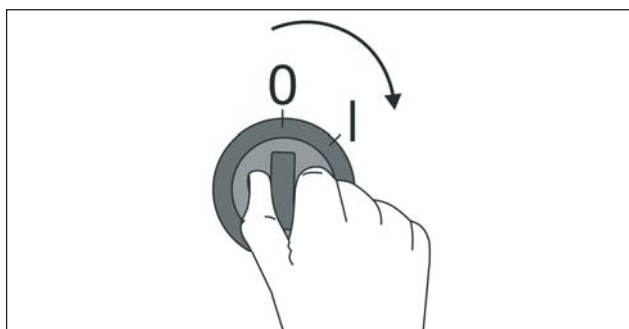

Рис. 10.1
4. Установите переключатель подачи питания, в положение «I» (Рис. 10.1).
4. Установите переключатель подачи питания, в положение «I» (Рис. 10.1). Автоматический запуск агрегата произойдёт после отсчёта задержки таймера или контроллера при наличии сигнала от внешней системы управления (клемма 104) и повышении давления всасывания выше настройки системы управления.